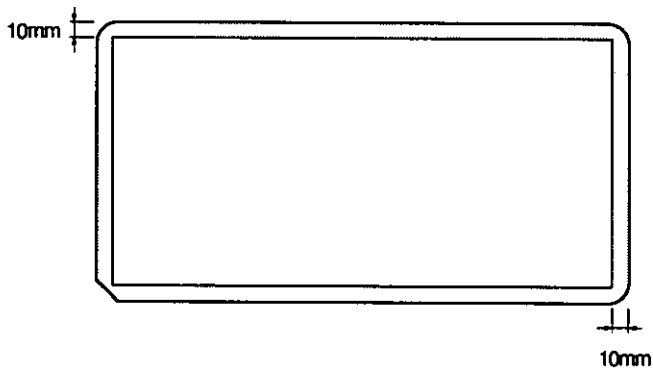

図3.3
- 4 図3.3に示すIPの縁への露光は、収録後の画像データ上では無効となりますので、この部分へのサンプルの露光は避けて下さい。